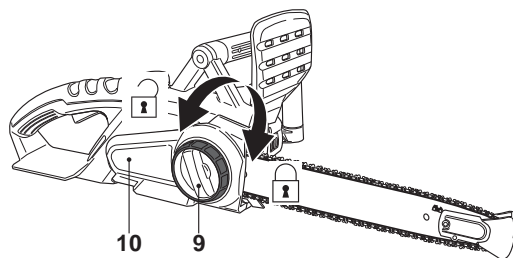

Fig.7
- > Remettez en place le panneau latéral [10] et serrez légèrement la molette de verrouillage [9] (Fig.7). Ne serrez pas la molette à fond: la chaîne doit être tendue au préalable.